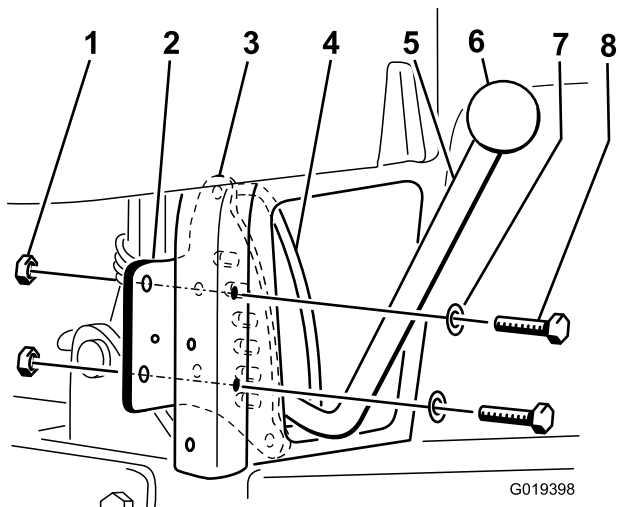

Figura 3
Nota: La maniglia dovrebbe passare tra la piastra di arresto e la guida della maniglia (Figura 3).
7. Montate la piastra di arresto sulla parte posteriore del tubo del telaio verticale posteriore destro con 2 bulloni (5/16" x 2¼"), le 2 rondelle rimosse nel passaggio 4, e 2 dadi di bloccaggio (5/16"). Posizionate i componenti come illustrato in Figura 3.
8. Avvitare la manopola sulla maniglia di sollevamento (Figura 3).